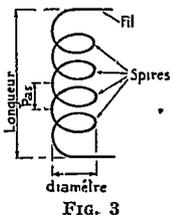

FIG. 3
Une telle bobine possède de nombreuses propriétés qui dépendent toutes d'une grandeur caractérisant la bobine : la self-induction qui se désigne par L et se mesure en henrys (H). La figure 3 montre une bobine de self-induction à quelques spires seulement.